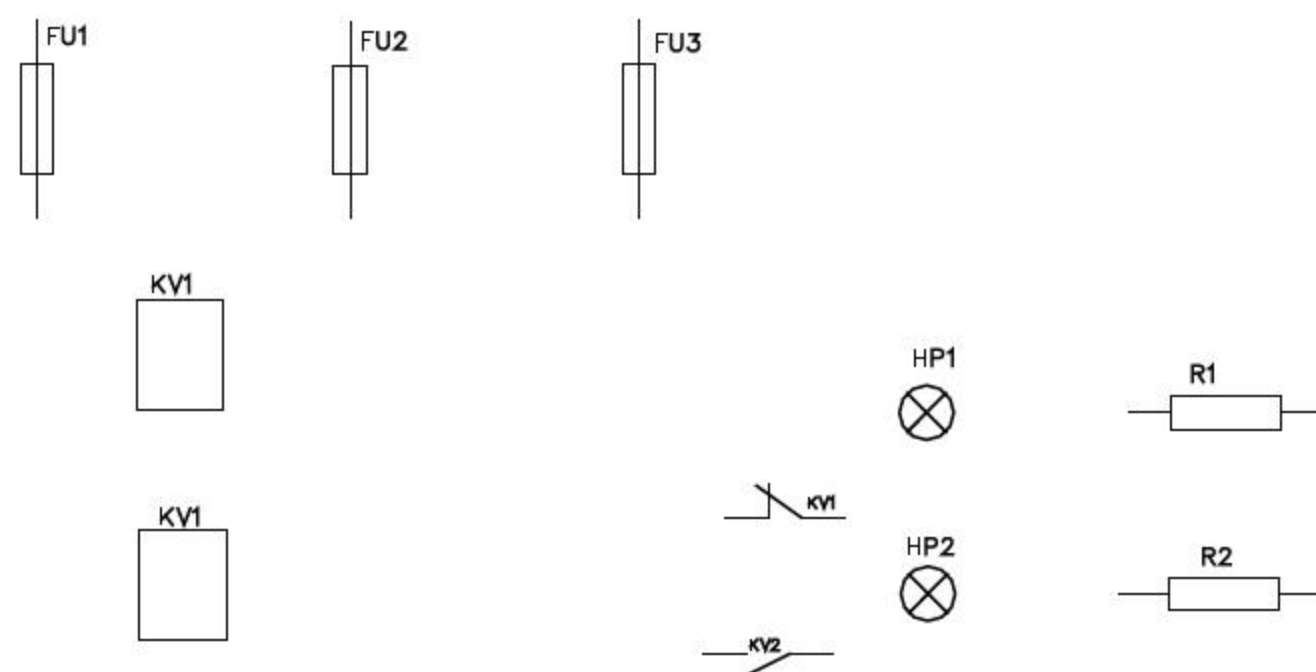

图9-85 布置元器件
- 03 选择菜单【修改】|【移动】命令，将元器件移动到合适的位置，如图9-85所示。